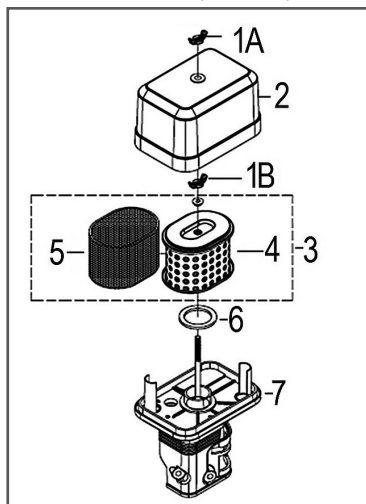

Рис. 25 Обслуживание воздушного фильтра
1. Открутите барашковую гайку 1А и снимите крышку 2 воздушного фильтра (Рис. 25).
2. Открутите барашковую гайку 1В и извлеките из корпуса воздушный фильтр 3 в сборе (Рис. 25).
3. Проверьте целостность и чистоту фильтрующих элементов. Поролоновый (предварительный) фильтрующий элемент 5 установлен на корпусе бумажного фильтрующего элемента 4 (Рис. 25).
4. При незначительном загрязнении промойте поролоновый фильтрующий элемент 5 (Рис. 25) теплым мыльным раствором и просушите. Поврежденный или сильно загрязненный поролоновый фильтрующий элемент замените.
5. Произведите очистку крышки 2 и корпуса 7 воздушного фильтра (Рис. 25), не допуская попадания пыли и грязи в воздухопровод, ведущий к карбюратору.
7. Перед установкой воздушного фильтра убедитесь, что уплотнительное кольцо 6 воздушного фильтра находится на месте и не имеет повреждений (Рис. 25).